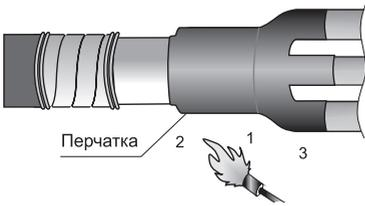

Рисунок 8.
4.19 Сблизить жилы кабеля. Надеть перчатку с усилием до упора в изолированный «корешок» разделки кабеля. Усадить перчатку, начиная от основания пальцев перчаток, вкруговую, затем в направлении оболочки кабеля. В последнюю очередь усадить пальцы перчатки на жилы кабеля. После усадки перчатка должна плотно облегать оболочку и трубки на жилах кабеля, а по торцам основания перчатки и пальцев должен быть виден выступивший расплавленный клей (рисунок 8).